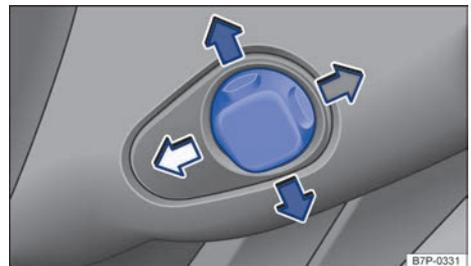

Fig. 89 Detrás del volante, en el guarnecido izquierdo de la columna de dirección: mando para el ajuste eléctrico de la posición del volante.
- Presione el mando → fig. 89 en la dirección correspondiente hasta que el volante se encuentre en la posición deseada.
Si, cuando el volante de ajuste eléctrico se está desplazando a la posición en cuestión de forma automática, se acciona el mando → fig. 89, el volante se detiene. A continuación se memoriza esta nueva posición.